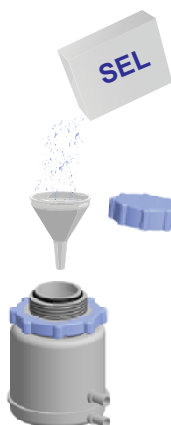

fig. 13
- Contrôler et au besoin corriger la quantité de sel en veillant à ne pas en verser dans la cuve. Une forte concentration de sel dans la cuve peut compromettre l'intégrité de la cuve et la durée de vie de la machine. Remplir le récipient prévu à cet effet placé dans la cuve (voir fig. 13) de gros sel de cuisine (graines de 1 à 2 mm).